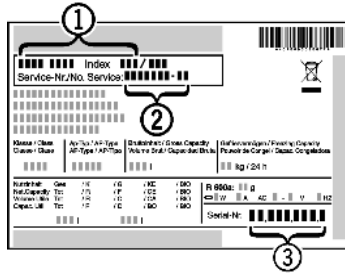

Fig. 22
- ▶ Назва пристрою Fig. 22 (1), сервісний номер Fig. 22 (2) та серійний номер Fig. 22 (3) вказані на табличці типів. Табличка типів знаходиться всередині пристрою, зліва.
- ▶ Повідомте сервісну службу про характер неполадки, назву пристрою Fig. 22 (1), сервісний номер Fig. 22 (2) та серійний номер Fig. 22 (3).